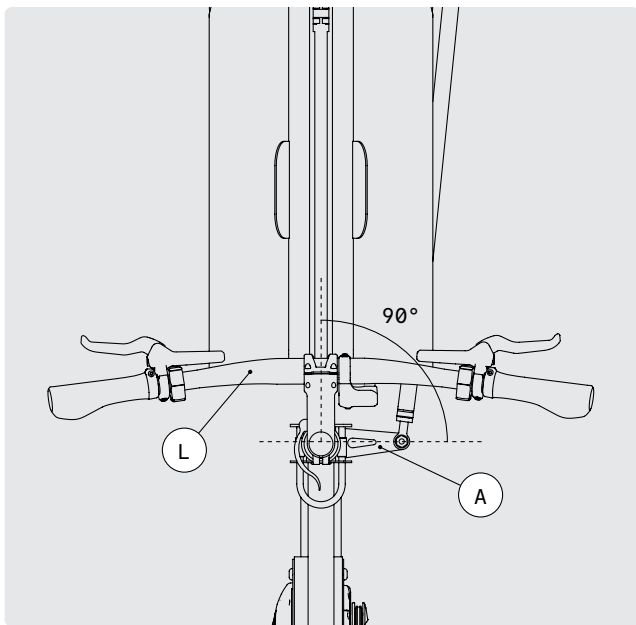

BILD 30
En spårjustering behövs om styrarmen A inte längre är i 90° vinkel mot ramen när styret L är rakt och framhjulet är rakt, vilket visas i Bild 30.
- 1 Lossa kontramuttern på ögleskruven med en 17 mm öppen nyckel (Bild 30).